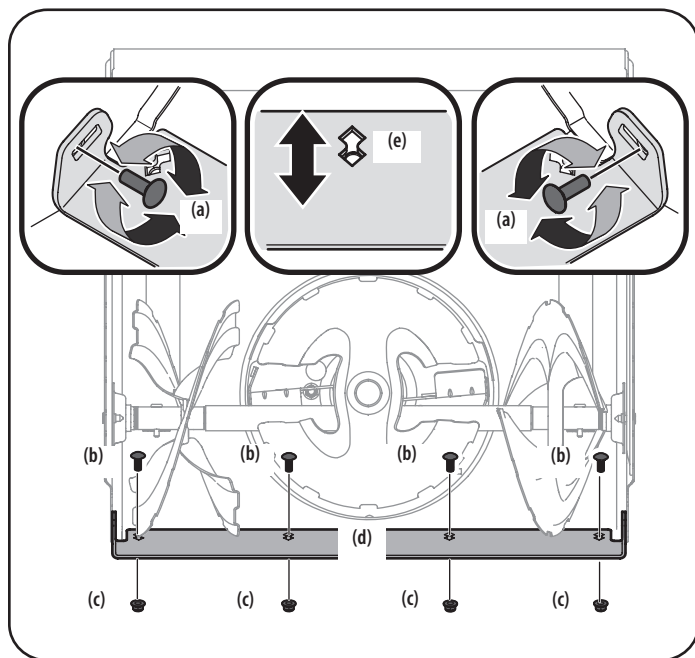

Figura 14
3. Afloje los pernos posteriores de las zapatas antideslizantes (a) a ambos lados de la caja del equipo y extraiga los pernos de carro (b) y las tuercas hexagonales (c) que sujetan la placa de raspado (d) a la caja de la barrena. Vea la Figura 14.
4. Ajuste la placa de raspado de manera que quede aproximadamente 1/8" por encima de las zapatas antideslizantes. Vuelva a instalar y a ajustar con firmeza los pernos de carro (b) y las tuercas hexagonales (c) para que queden bien ajustados. Vea la Figura 14.